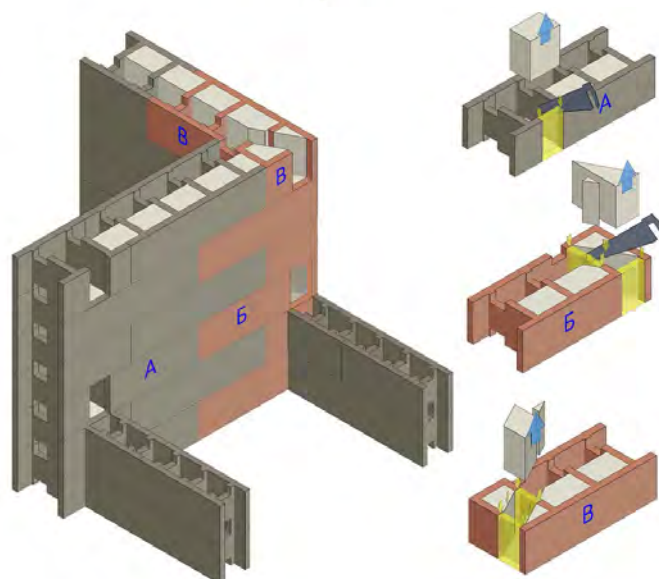

Рис. 4.2
4.2 Соединение стен между собой через утеплитель производится за счет подрезки блоков в каждом втором – третьем и последнем (венцовом) ряду либо определяется расчетом или по проекту (см. рис. 4.2).